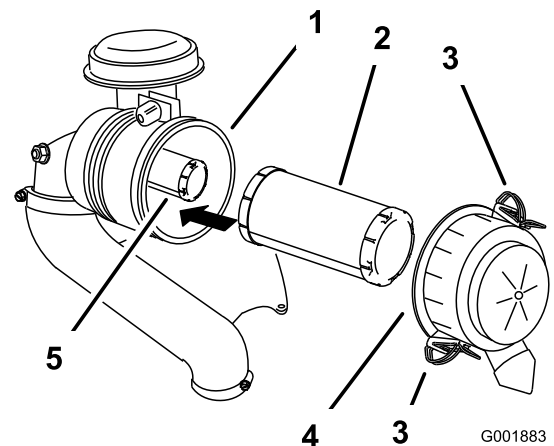

Figura 27
3. Rilasciate i dispositivi di fermo del filtro dell'aria e toglie il coperchio dal corpo del filtro (Figura 27).
- Estraete con cautela il filtro primario dal corpo del filtro dell'aria (Figura 27).
- Se sostituite il filtro di sicurezza, fatelo scorrere delicatamente nel corpo del filtro (Figura 27).
- Montate con cautela il filtro primario sul filtro di sicurezza (Figura 27).
- Montate il coperchio del filtro dell'aria con il lato contrassegnato **up** (alto) rivolto in alto, quindi fissate i dispositivi di fermo (Figura 27).